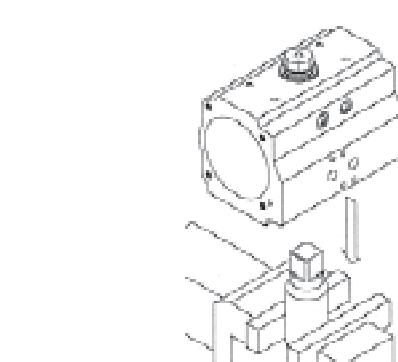

Fig. 20
(figure 20, 21, 22a et 22b)
- Monter les joints toriques de piston (16), les coussinets (5) et bagues de guidage de piston (15).
- Graisser l'alésage du corps (29) et les crémaillères de pistons (25).
- Tenir le corps (29) en position horizontale en serrant la sortie d'axe d' entraînement à l'étau ou en connectant l' entraînement inférieur d' axe à un carré mâle serre dans un étau comme indique figure 20.